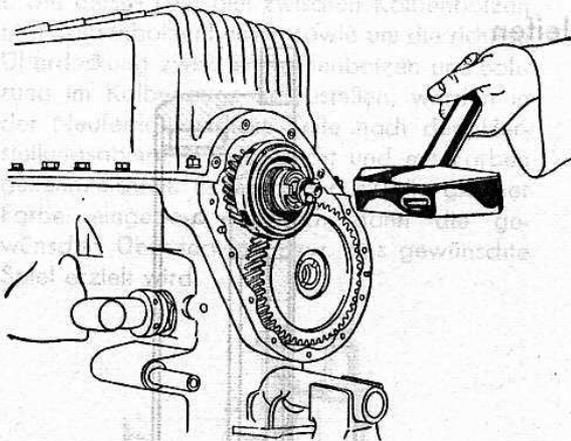

Bild 44
4. Kurbelwellenschraube wieder eindrehen, durch Hammerschlag das Kurbelwellenrad von der Kurbelwelle lösen und abnehmen (Bild 44).